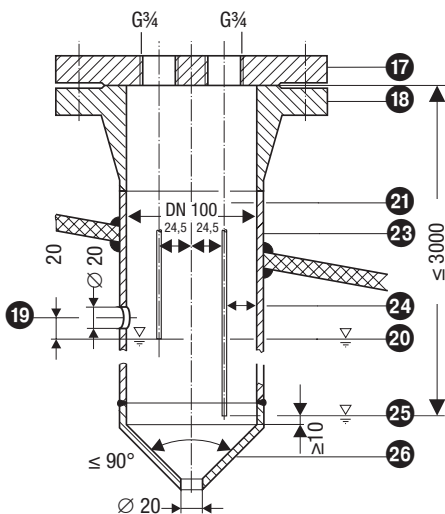

Fig. 17 Schutzrohr (bauseitig) bei Einsatz als innenliegender Wasserstandbegrenzer kombiniert mit Wasserstandsregelung oder Hochwasserstandsicherung
- **Eine** Niveauelektrode NRG 1...-50 kann mit einer GESTRA-Niveauelektrode, einem Niveauschalter oder-transmitter für die Wasserstandregelung oder Hochwasserstand-sicherung in ein gemeinsames Schutzrohr bzw. Messgefäß (Innendurchmesser 100 mm) eingebaut werden. **Fig. 17**. Dabei muss bei innenliegendem Einbau die NRG 1...-50 von der oberen Ausgleichsbohrung mindestens 40 mm entfernt sein.